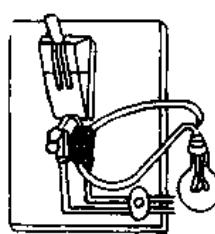

图9-28 用校火灯
① 校火灯法。发生短路后,拉下配电板上的刀开关,取下线路中所有的用电器。检查配电板上的总保险丝,使一路保险丝保持正常接通状态,取下另一路保险丝。用一只40W或60W的白炽灯作为校火灯,串联在取下保险丝的两接线柱上,如图9-28所示。推上闸刀开关,如果校火灯发光正常,说明总干线或某分支线路有短路或漏电现象存在,然后逐段寻求短路或漏电部位。必要时切断所怀疑部分的一段导线,若这时校火灯熄灭,表明短路现象存在该部位。接通电源,校